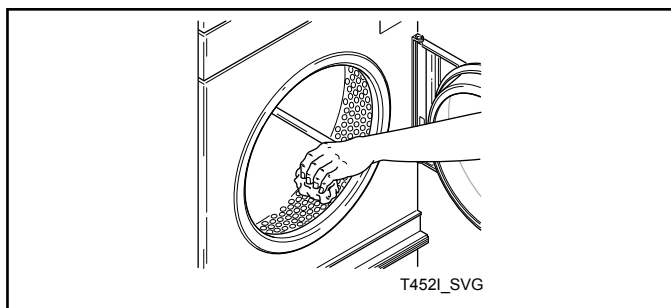

Figura 14
10. Limpe o cilindro usando um detergente ou produto de limpeza multiuso e água. Consulte a *Figura 14*.